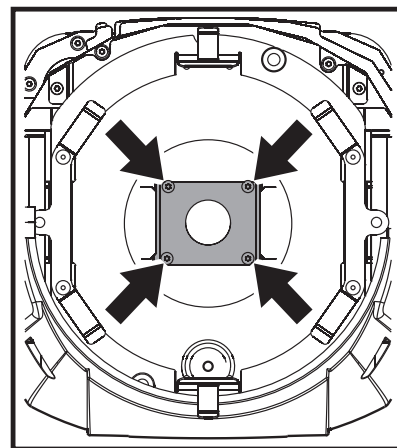

Figure 4
6. Voir Figure 4. Démontez les 4 vis mentionnées ci-contre pour déposer le calibre de faisceau installé dans la tête. Voir Figure 5. Démontez le calibre et installez le nouveau calibre équipé d'un pare-soleil (P/N 23819530) fourni avec le kit, à sa place, avec les vis d'origine. Le pare soleil doit être monté dans le sens indiqué pour protéger les faisceaux de câble du soleil lorsque ce dernier est concentré dans la tête par la nouvelle lentille frontale.